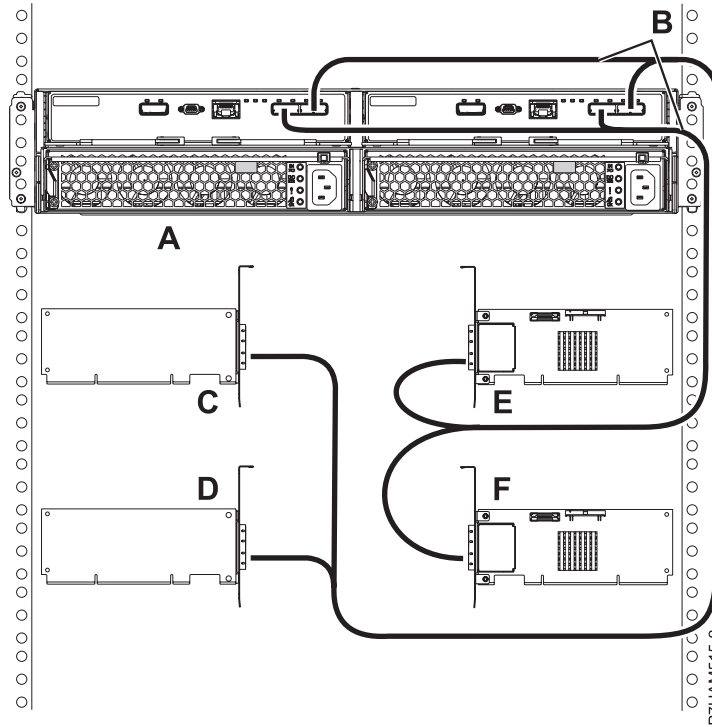

Figure 18. Connexion de mode 4 d'un boîtier d'unité de disque 5887 via des câbles X à quatre adaptateurs SAS indépendants
18. Effectuez la connexion de mode 4 d'un boîtier d'unité de disque 5887 (A) via des câbles X (B) à quatre adaptateurs SAS indépendants. Voir figure 18, à la page 20.